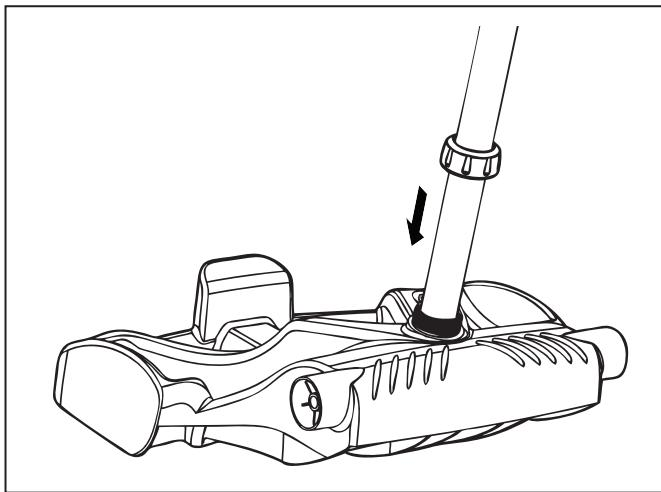

Figure 4. Serrage de l'écrou à main pour fixer le cadre
4. Glissez l'écrou à main sur le tube et tournez pour le serrer sur l'unité de base (Figure 4).